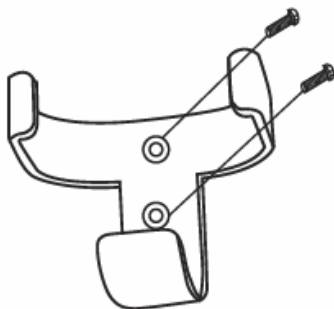

Abb. 10a
1. Wählen Sie eine geeignete Wand zur Befestigung der Fernbedienungshalterung mit den 2 Schrauben aus. (Abb. 10a)